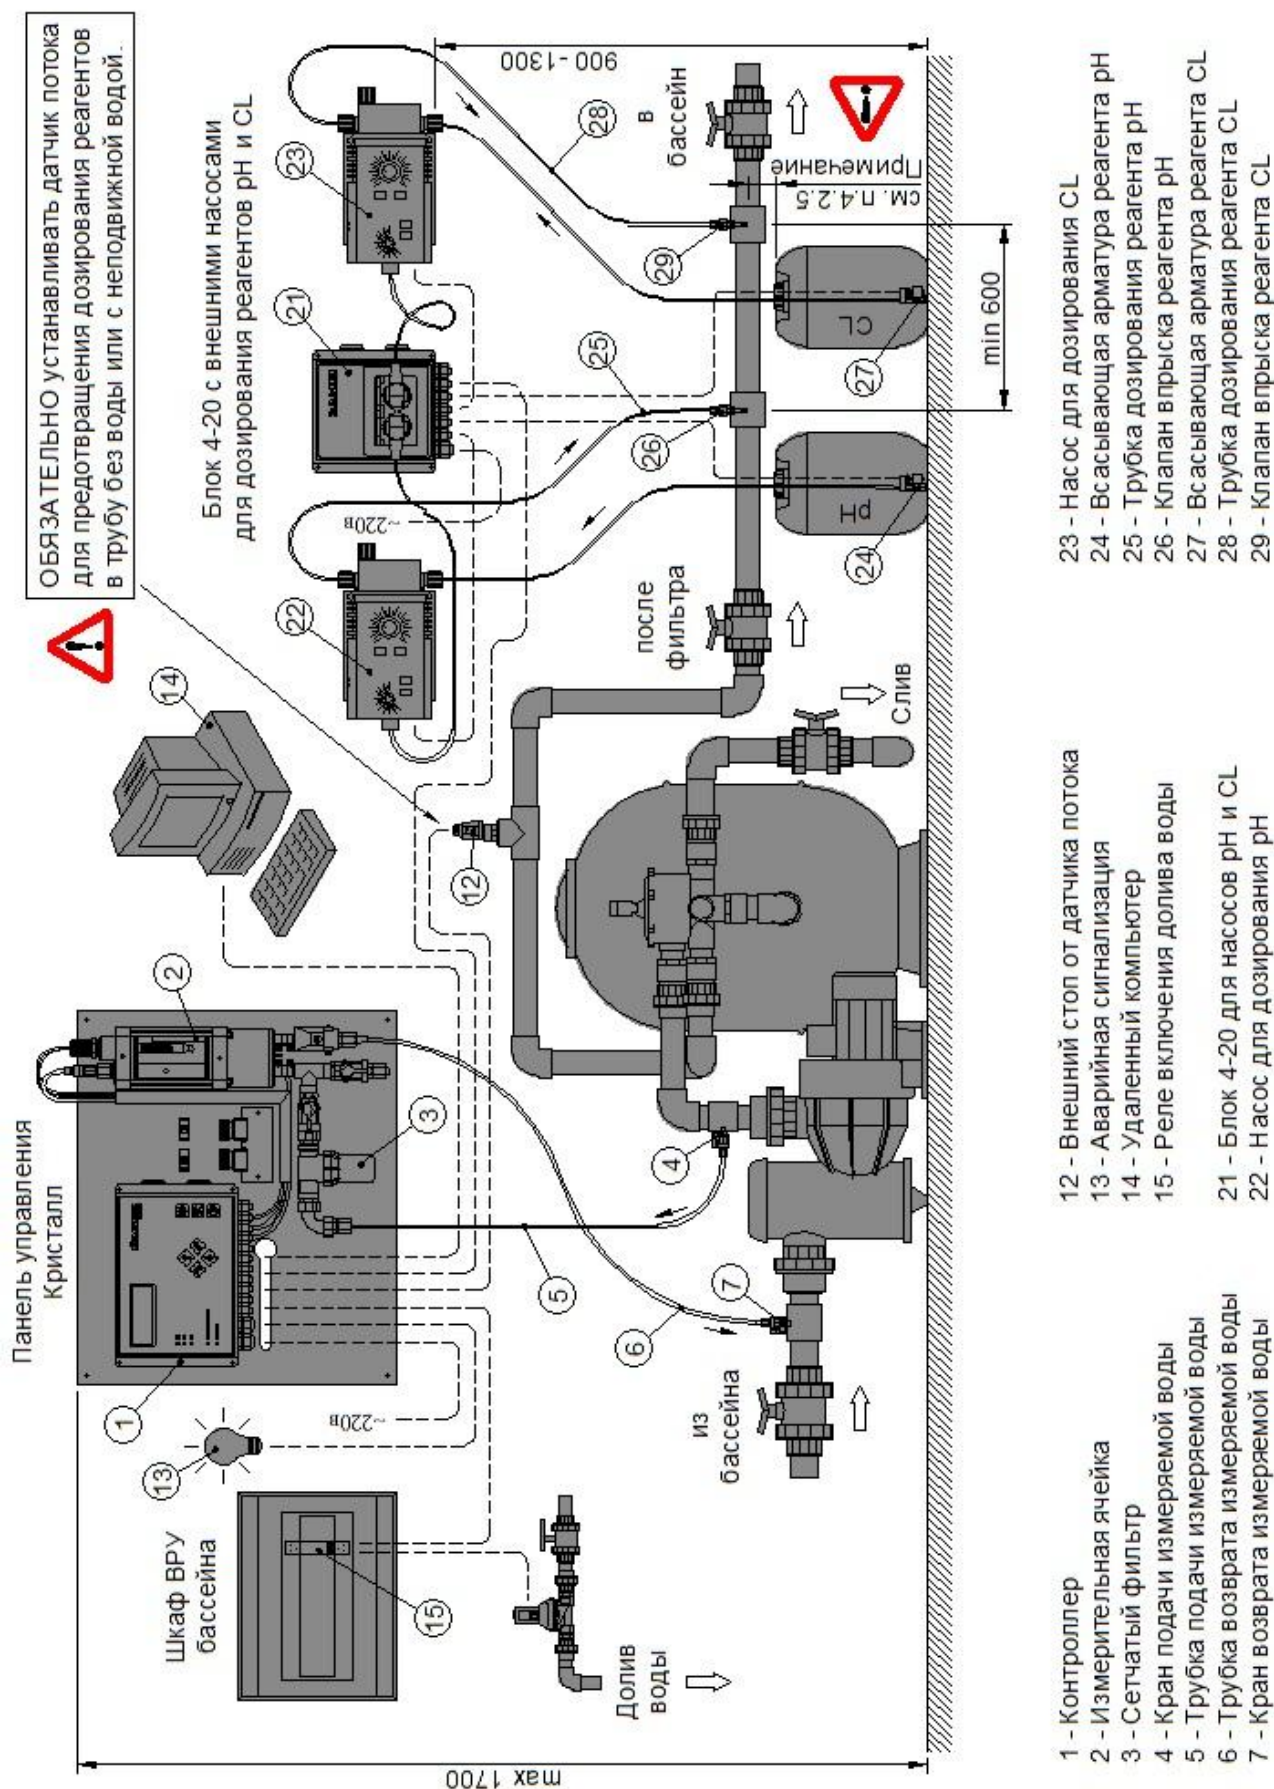

Рис.2-1 Схема размещения оборудования Кристалл 4-20
На рис.2-1 изображен монтаж станции Кристалл 4-20: CL, pH, Rx с отбором воды для измерений из трубопровода фильтрации, а на рис.4.3-1 – электросхема для этого монтажа.
Дозирование реагентов прекращается также при отсутствии потока воды в трубопроводе возврата воды в бассейн после фильтрации. Это необходимо для предотвращения дозирования реагентов в трубу с неподвижной водой или без воды. Для контроля потока воды необходимо установить в трубопровод специальный датчик потока (12), как это показано на рис.2-1. Для повышения точности измерения и дозирования в станции предусмотрена задержка включения дозирующих насосов после появления потока воды в измерительной ячейке или после возобновления фильтрации. Длительность этой задержки устанавливает Покупатель в настройках контроллера.
Дозирование реагентов может также прекращаться при включении долива воды в бассейн, если для этого долива используется электромагнитный клапан. В этом случае управление доливом рекомендуется производить через контактор (15), в котором через одну пару контактов подаётся питание к электромагнитному клапану долива воды, а через другую пару контактов в контроллер подается сигнал о включении долива (как это показано на рис.2-1, 4.3-1). Если нет необходимости или возможности блокировать дозирование реагентов при включении долива воды, то необходимо установить перемычку на клеммы «Долив» внутри контроллера (см. подробнее п.4.3.1).
В домашних бассейнах, на которые требования упомянутого ГОСТ не распространяются, допускается отбирать воду для измерений из трубопровода циркуляционного водообмена (фильтрации), как это показано на рис.2-1 настоящего Руководства. Однако, используя это решение, следует знать, что значения измеряемых показателей воды из ванны бассейна и из трубопровода фильтрации не обязательно будут одинаковыми.
Панель управления станции устанавливается на стену технического помещения бассейна, как это показано на рис.2-1 настоящего Руководства.
Место для установки Панели управления надо выбирать с таким расчётом, чтобы трасса подачи измеряемой воды от точки отбора до измерительной ячейки была по длине не более 4 метров. Если вода для измерений отбирается из трубопровода фильтрации (как это показано на рис.2-1), то отсчёт длины вести от крана подачи измеряемой воды (поз.4 на рис.2-1). Если вода для измерений отбирается непосредственно из ванны бассейна, то отсчёт длины вести от водозабора, установленного в стену ванны бассейна.
Панель управления рекомендуется устанавливать не выше 1700 мм от пола (на уровне глаз), как это показано на рис.2-1, при этом над панелью должно оставаться не менее 200 мм свободного пространства для удобства установки/замены измерительных электродов в измерительной ячейке.
Блок 4-20 для подключения внешних насосов дозирования pH и CL устанавливается на стену технического помещения бассейна, как это показано на рис.2-1 и 4.2-2 Руководства.
Блок устанавливать не выше 1300 мм от пола рядом с дозирующими насосами для реагентов pH и CL (поз.22 и 23 на рис.2-1), чтобы минимизировать длину кабелей от Блока к дозирующим насосам и расходным канистрам реагентов. При этом справа и слева от Блока должно оставаться не менее чем по 200 мм свободного пространства для беспрепятственного открывания крышки Блока и подключения кабелей электроснабжения дозирующих насосов.
Насосы для дозирования pH и CL устанавливаются на стену технического помещения бассейна (пример установки показан на рис.2-1 настоящего Руководства).
Место для установки насосов рекомендуется выбрать вблизи клапанов впрыска реагентов pH и CL, чтобы минимизировать длину трубок дозирования реагентов (поз.25 и 28 на рис.2-1).
Насосы устанавливать не выше 1300 мм от пола, чтобы уменьшить высоту подъема реагента из расходной канистры к насосу и обеспечить свободное, без натяжения, подключение к насосам трубок всасывающей арматуры (поз.24 и 27 на рис.2-1).
Кран подачи измеряемой воды устанавливается на напорный трубопровод насоса фильтрации (как это показано на рис.2-1, поз.4) или на напорный трубопровод специального насоса для измеряемой воды.
Место для установки крана надо выбирать с таким расчётом, чтобы трасса подачи измеряемой воды от точки отбора до измерительной ячейки была по длине не более 4 метров. Если вода для измерений отбирается из трубопровода фильтрации (как это показано на рис.2-1), то отсчёт длины вести от устанавливаемого крана (поз.4 на рис.2-1).
Кран возврата измеряемой воды устанавливается на всасывающий трубопровод насоса фильтрации (как это показано на рис.2-1, поз.7) или на всасывающий трубопровод специального насоса для измеряемой воды.
Если кран устанавливается на горизонтальном участке трубопровода, то резьбовое отверстие G 1/4" для установки крана должно быть обращено вверх. Если толщина стенки трубопровода в месте установки крана меньше 5 мм, то эту толщину следует увеличить, установив на трубопровод соединительную муфту, как это показано на рис.2-1 и 4.2-4.
Клапаны впрыска реагентов pH и CL должны устанавливаться в соответствии с требованиями п.9.6.2.3 ГОСТ Р 53491.1–2009 на прямолинейном участке трубопровода подачи воды в бассейн после всех этапов водоподготовки. Клапаны устанавливаются таким образом, чтобы сначала в воду добавлялся реагент pH и лишь затем – реагент CL. Расстояние между клапанами должно быть не менее 600 мм, как это показано на рис.2-1, поз.26 и 29.
Если клапаны устанавливаются на горизонтальном участке трубопровода, то резьбовые отверстия G 1/2" для их установки должны быть обращены вверх. Если толщина стенки трубопровода в местах установки клапанов меньше 5 мм, то эту толщину следует увеличить, установив на трубопровод соединительную муфту, как это показано на рис.2-1 и 4.2-5.
Примечание к размещению клапанов впрыска на рис. 2-1: